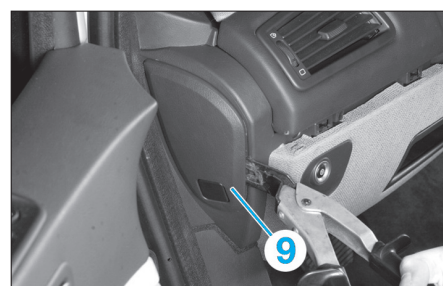

Fig. 10
- Décliper le cache latéral de planche de bord (9) (Fig.10).